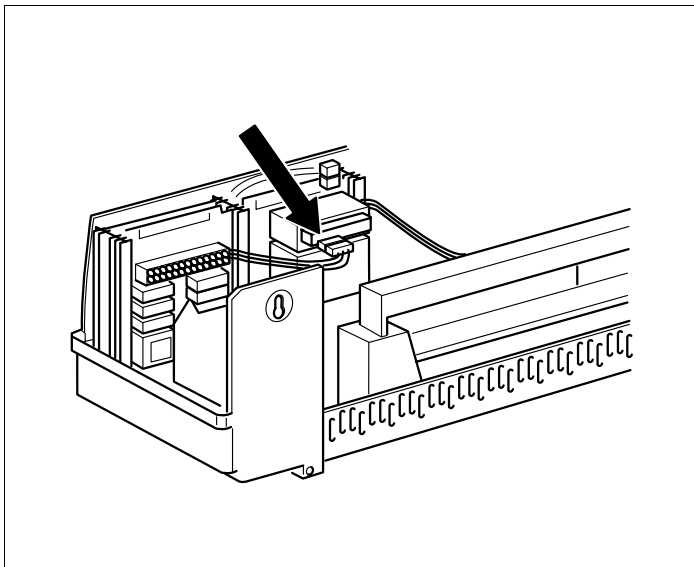

Fig. 15 Opprettelse av 230-V-spenningsforsyning
- Kople 230-V-modultilkoplingspluggen til tilsvarende punkt i pluggbrettet (for modultilkopling til modulplass 2, se pil i fig. 15).